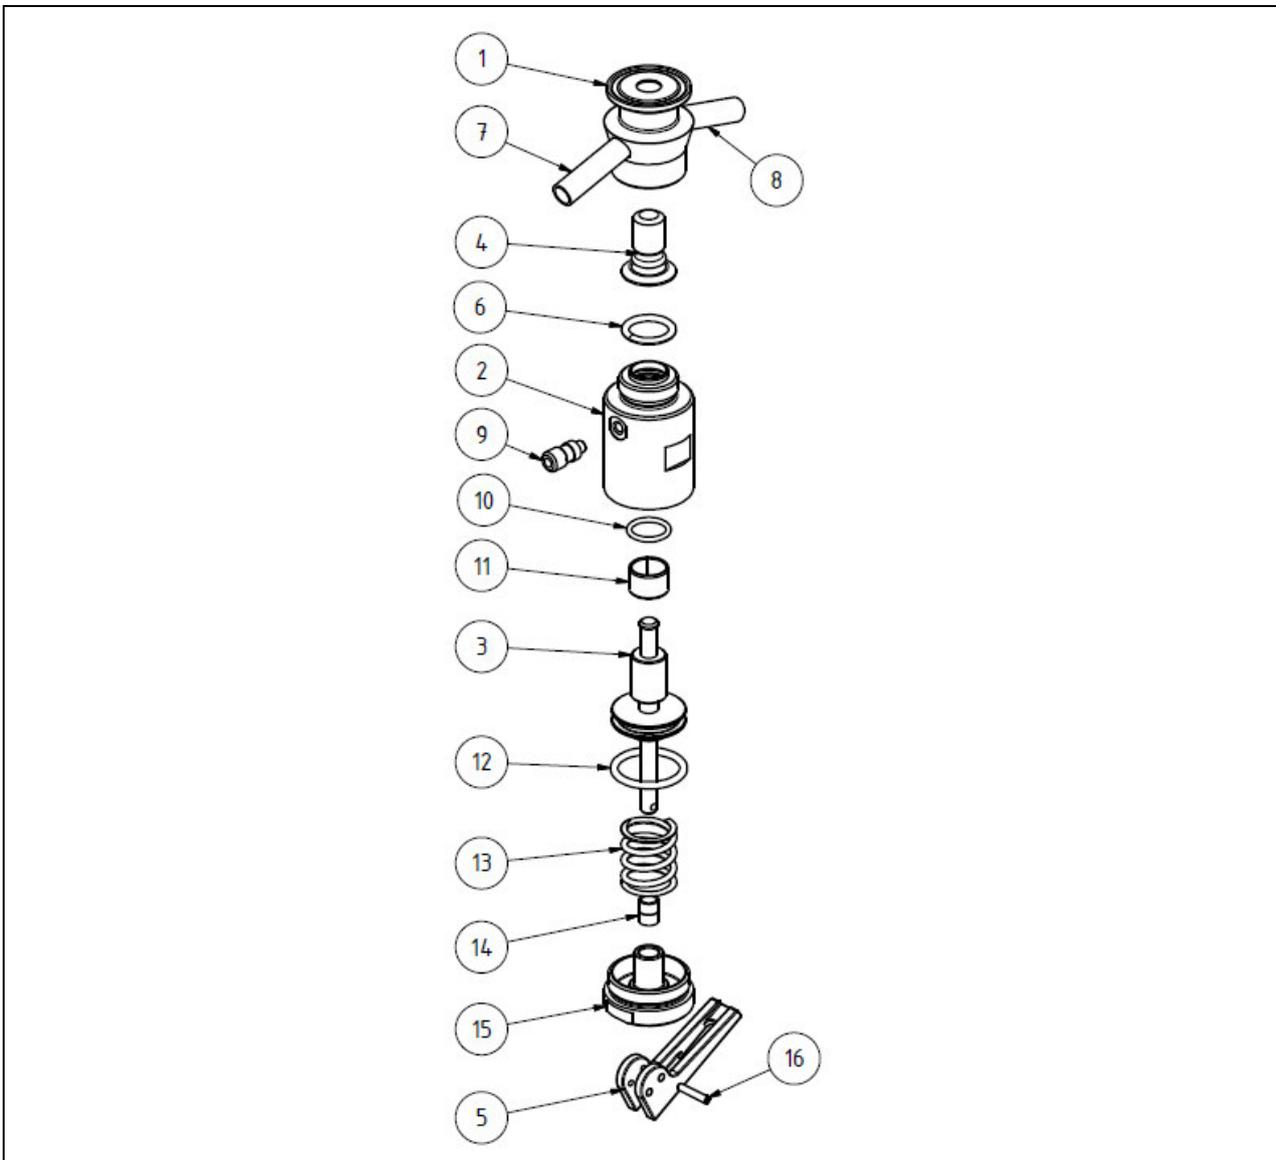

Abb. 6-1: Aufbau PNV Kompakt air
- Trennen Sie den Luftschlauch vom Luftanschluss (Abb. 6-1, Pos. 9) des Pneumatikzylinders (Abb. 6-1, Pos. 2).
- Drehen Sie den Pneumatikzylinder (Abb. 6-1, Pos. 2) aus dem Gehäuse (Abb. 6-1, Pos. 1).
- Ziehen Sie die Membrandichtung (Abb. 6-1, Pos. 4) von der Aufnahme am Kolben (Abb. 6-1, Pos. 3).
- Drücken Sie den Hebel (Abb. 6-1, Pos. 5) in die Stellung „offen“.
- Entnehmen Sie den O-Ring (Abb. 6-1, Pos. 6).
- Kontrollieren Sie die neue Membrandichtung (Abb. 6-1, Pos. 4) auf Beschädigungen.
- Kontrollieren Sie den O-Ring (Abb. 6-1, Pos. 6) auf Beschädigungen.
- Legen Sie den O-Ring (Abb. 6-1, Pos. 6) auf den Pneumatikzylinder (Abb. 6-1, Pos. 2).
- Legen Sie die Membrandichtung (Abb. 6-1, Pos. 4) auf die Aufnahme des Kolbens (Abb. 6-1, Pos. 3).
- Drücken Sie die Membrandichtung (Abb. 6-1, Pos. 4) mit Hilfe eines Schraubstocks auf die Aufnahme. Die Dichtung muss hörbar einrasten.
- Schrauben Sie die gesamte Baugruppe in das Gehäuse (Abb. 6-1, Pos. 1). Zur Sicherung der Schraubverbindung verwenden Sie eine mittelfeste Schraubensicherung (z. B. Loctite 243).
- Lösen Sie die Stiftschraube (Abb. 6-1, Pos. 16) und ziehen Sie diese aus dem Hebel (Abb. 6-1, Pos. 5).
- Positionieren Sie den Hebel (Abb. 6-1, Pos. 5) in der gewünschten Stellung nach Variante A oder Variante B und achten Sie darauf, dass die Bohrungen im Hebel und Querbohrungen im Kolben (Abb. 6-1, Pos. 6) fluchten.
- Führen Sie die Stiftschraube (Abb. 6-1, Pos. 16) in die größere der beiden gegenüberliegenden Bohrungen im Hebel (Abb. 6-1, Pos. 5) ein und schieben Sie sie bis zum Anschlag.
- Schrauben Sie die Stiftschraube (Abb. 6-1, Pos. 16) dann unter Druck weiter, so dass sie sich in das Material des Hebels (Abb. 6-1, Pos. 5) schneidet.